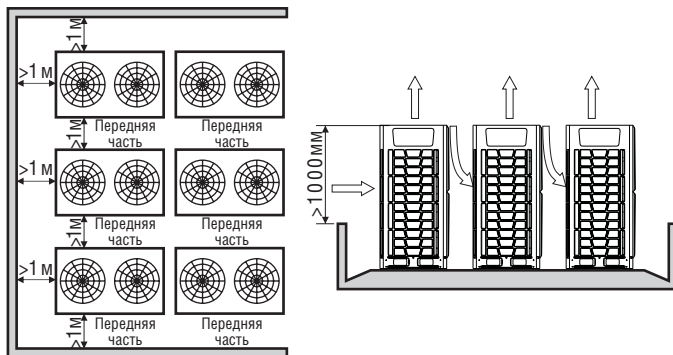

Рис. 3.13
- 5) Если наружные блоки выше окружающих ограждений и должны быть выстроены в более чем 2 ряда, см. рис. 3.13.